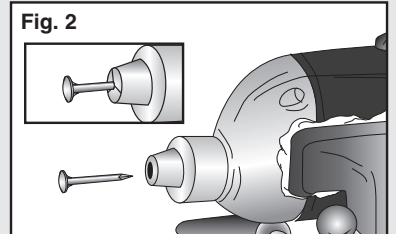
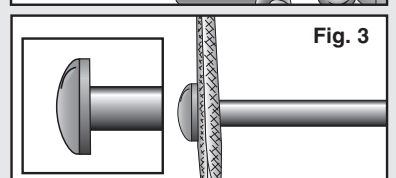

Fig. 3
Fig. 4
3. Run drill at medium speed. Lay flat side of File against backside of axle head (**Fig. 3**). Tilt File forward and gently file axle head to an angle of approximately 30 degrees (**Fig. 4**). Turn off drill and wipe axle clean. **IMPORTANT:** Do NOT apply downward pressure on axle.
3. Faire fonctionner la perceuse à vitesse moyenne. Plat à côté du fichier contre l'arrière de la tête du pivot (Fig. 3). Incliner le dossier vers l'avant et déposer doucement tête du pivot à un angle d'environ 30 degrés (Fig. 4). Désactiver la perceuse et essuyer l'essieu. **IMPORTANT:** N'appliquez pas de pression à la baisse sur essieu.